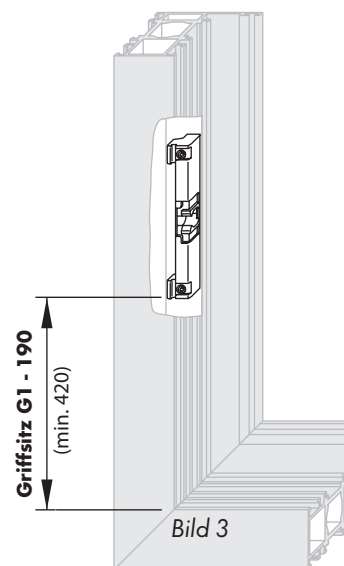

Bild 3
Rahmen Schäpper LM (1) nach Angabe (Bild 3) positionieren und mit den Gewindestiften festklemmen (Drehmoment $1,5 \pm 0,25$ Nm).